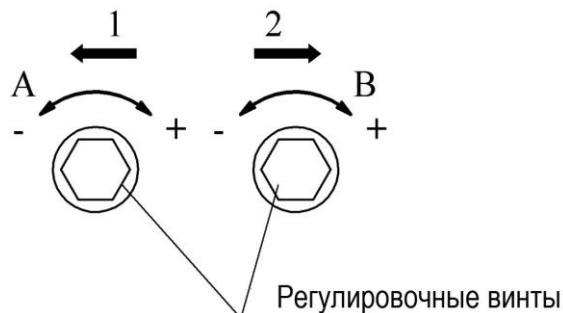

Рис. 6
4.2.3. Допускается производить дополнительную регулировку вращения электропривода. Регулировка осуществляется с помощью винтов (рис. 6), расположенных на корпусе электропривода.
ВНИМАНИЕ: Направление вращения привода указывают стрелки 1 и 2 на блоке конечных выключателей электропривода (Рис.6).